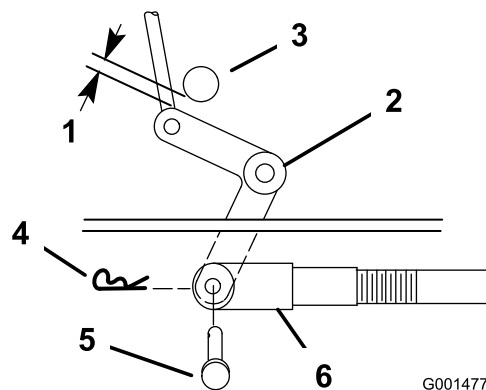

Figura 49
9. Compruebe la distancia entre la palanca acodada y el eje de salida de la transmisión (Figura 49).
11. Gire la horquilla en el sentido de las agujas del reloj para aumentar la distancia; gírela en el sentido contrario para reducirla (Figura 49).
**Nota:** Si el brazo no entra en contacto con el tope delantero de la carcasa de corte (Figura 50 o Figura 51), ajuste la horquilla para acercar la palanca acodada al eje de salida de la transmisión (Figura 49).